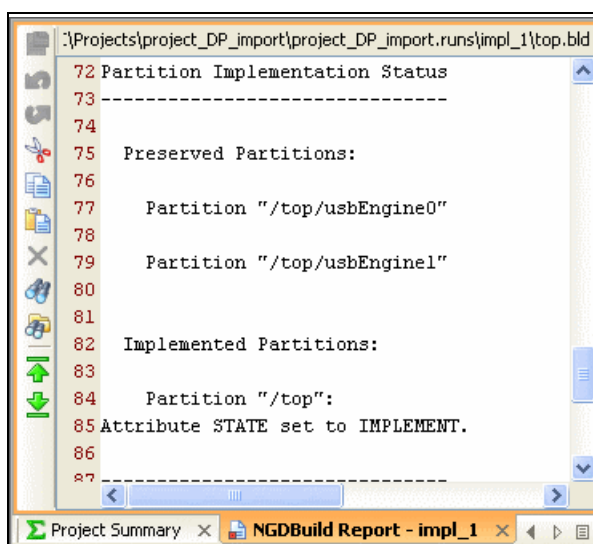

図 13-5 : NGDbuild レポートのパーティション アクションの表示
- ISE の NGDBuild コマンドが終了したら、[Report] タブをクリックし、NGDBuild レポート (359 ページの図 13-5) を確認します。run でパーティションに対して実行されたアクションが NGDBuild レポートに表示されます。